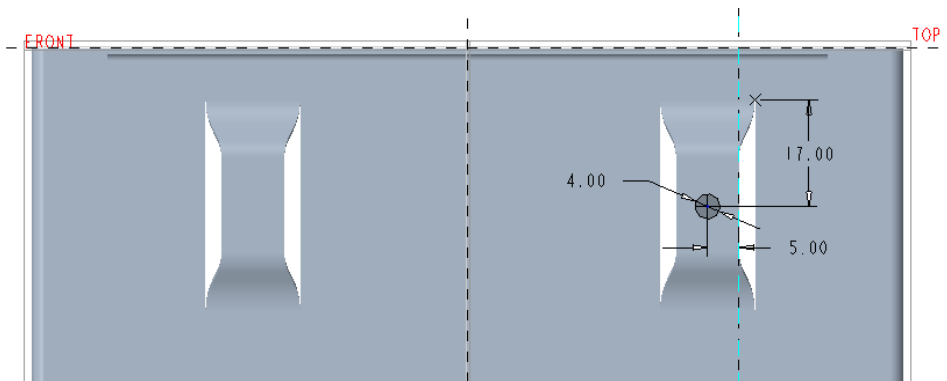

图 6-107 绘制剖面
- (1) 单击  (拉伸) 按钮, 打开“拉伸”选项卡, 暂时接受默认的按钮设置。
- (2) 选择 TOP 基准平面作为草绘平面, 快速进入草绘器。
- (3) 绘制图 6-107 所示的剖面, 单击  (确定) 按钮。